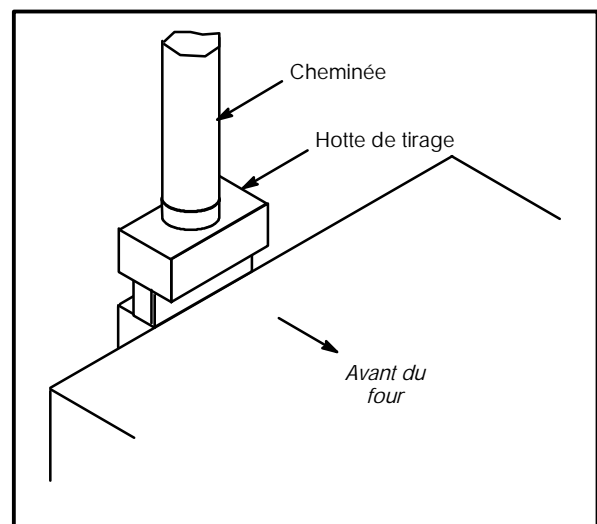

Figure 25
1. Placer la hotte de tirage au-dessus du connecteur de cheminée. Voir Figure 25.